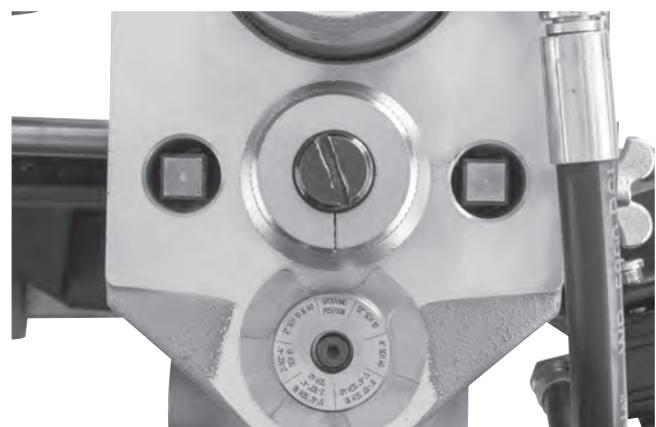

Abbildung 17B – Messgerät in Nutstellung
4. Drehen Sie die Einstellmutter so weit im Uhrzeigersinn, dass der Kopf die Stufe der Tiefelehre berührt. Drehen Sie die Nuttiefelehre in die Nutposition (*Abbildung 17B*). Wenn sich die Lehre nicht in der Nutposition befindet, verhindert sie das Anbringen von Nuten und kann beschädigt werden.
- Vergewissern Sie sich, dass sich die Nuttiefelehre in Nutposition befindet. (Abbildung 17B)